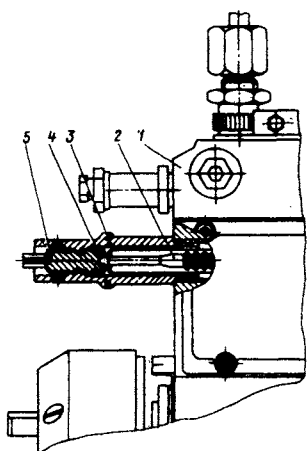
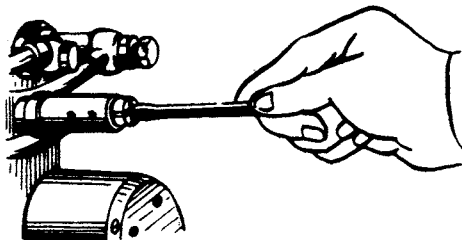

Рис. 38. Устройство для ограничения мощности на обкаточный период двигателя ЯМЗ-240М2:
Рис. 39. Вывертывание винта-ограничителя мощности
13. Снять пломбу и вывернуть до упора винт 5 (рис. 38) ограничения мощности (рис. 39). У двигателей ЯМЗ-240НМ2 и ЯМЗ-240ПМ2 снять пломбу с винтов 8 (рис. 20) крышки уравнивателя давления, снять крышку